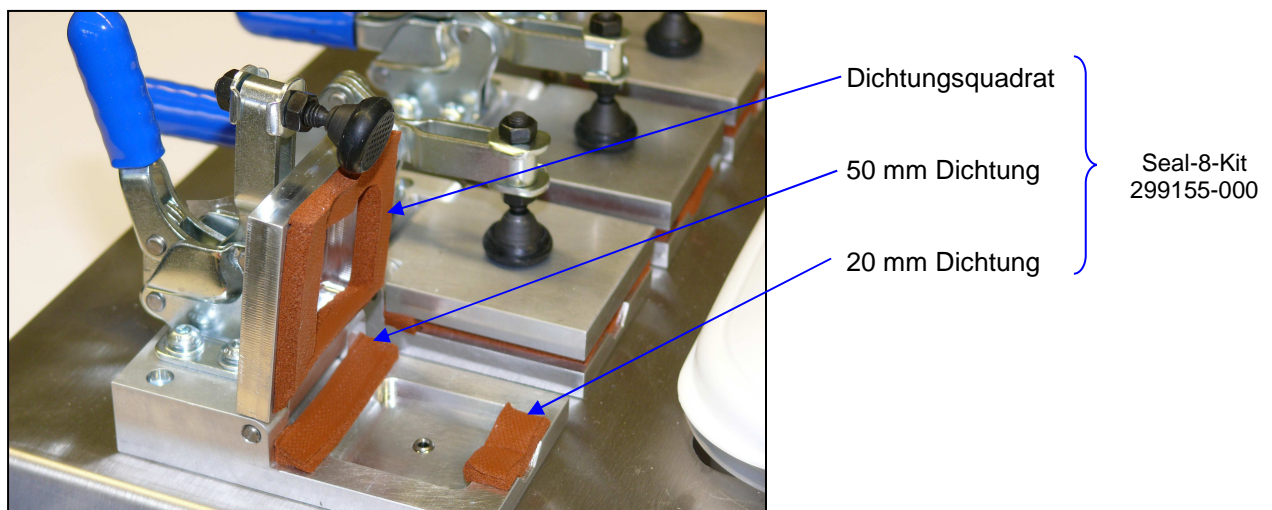

Abbildung 8. Anbringen neuer Dichtungen (Bestell-Nr.: 299155-000)
4. Sicherstellen, dass alle Dichtungen richtig ausgerichtet sind (*siehe Abbildung 8*).
4. Das Schutzpapier vom Dichtungsmaterial abziehen und je nach Bedarf neue 'Dichtungsquadrate' an den oberen Platten anbringen (siehe *Abbildung 8*).
Das Schutzpapier vom Dichtungsmaterial abziehen und diese an den unteren Platten anbringen (siehe *Abbildung 8*).